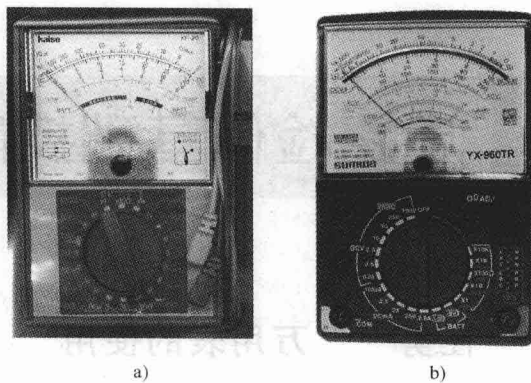

图 1-2 指针式万用表的外形结构
- (2) 指针式万用表 指针式万用表的外形结构如图 1-2 所示。